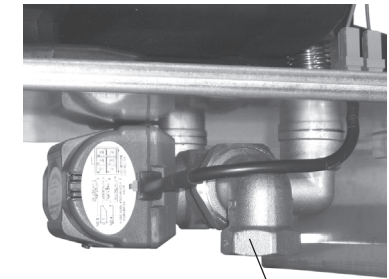

Bild 4
- Saugleitung mit der Verschraubung des Gerätes dicht Verbinden, siehe Bild 4.